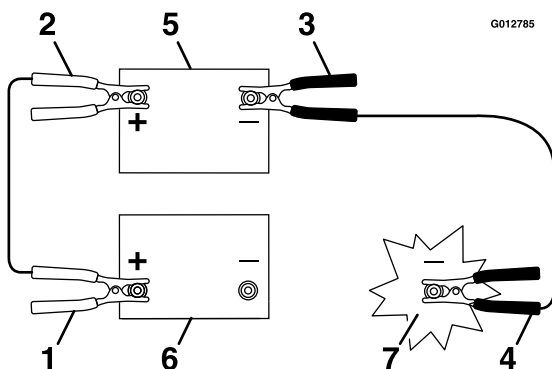

Figura 43
3. Conecte el cable positivo (+) al borne positivo (+) de la batería descargada que está conectado al motor de arranque o al solenoide, según se indica en Figura 43.